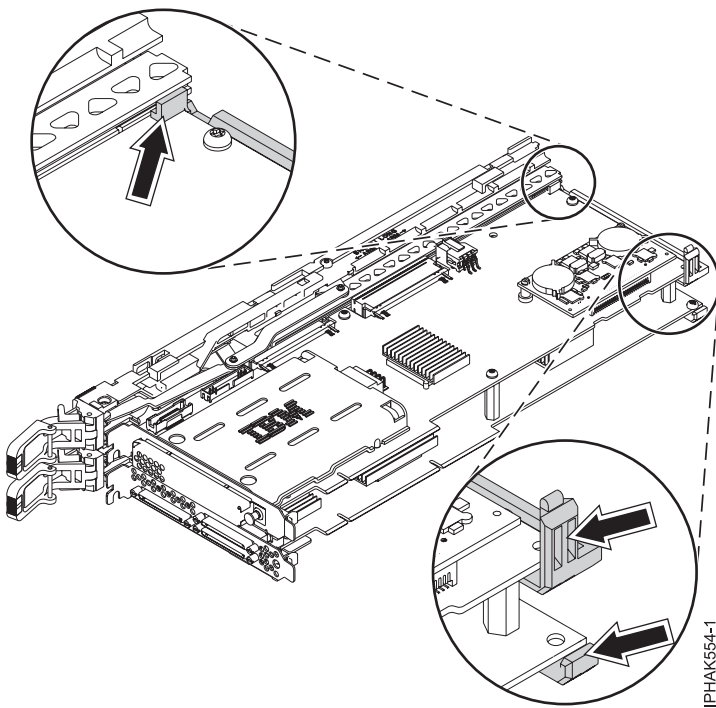

Figure 53. Installation de la carte double largeur dans le bloc-cassette.
- b. Fixez les encoches des bras arrière du bloc-cassette à l'extrémité arrière de la carte double largeur. Voir figure 53. Lorsque vous fixez la partie supérieure droite du bloc-cassette à la carte, il vous faut légèrement ajuster la glissière pour la mettre en place.